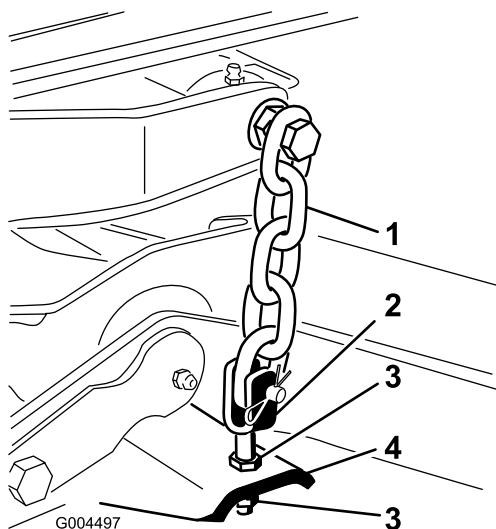

図 24
8. デッキのヨーク/チェーンをデッキに固定しているジャムナットを調整してデッキを水平にする 図 24。
7. ブレードのピッチが 8 mm になるように、後のヨーク/チェーンを固定しているジャムナットで刈り込みデッキ後部の高さを調整する 図 24。